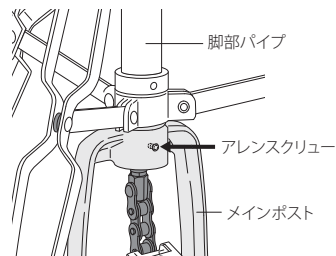

図8
- 脚部のパイプはアレンスクリューで固定されていますが、演奏中の振動でゆるむおそれがありますので、必ず点検し、ゆるんでいるようであれば付属の六角レンチでしっかりと締め直してください(図8)。